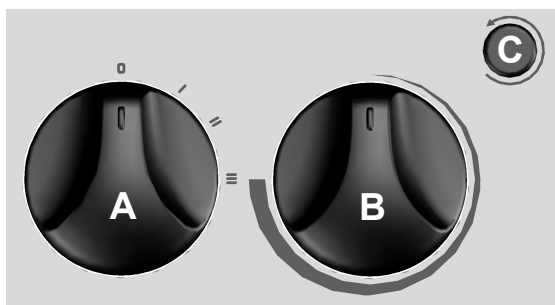
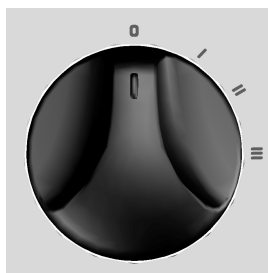

fig. 1
fig. 2
- Assicurarsi che il riferimento "I" della manopola "A" (fig. 1) sia allineato al simbolo "O" presente sul pannello comandi (fig.2).
- *Ensure that the reference mark "I" on knob "A" (fig. 1) is aligned with the "O" symbol on the control panel (fig. 2).*
- S'assurer que la référence "I" de la molette "A" (fig. 1) est alignée sur le symbole "O" présent sur le pupitre de commande (fig. 2).